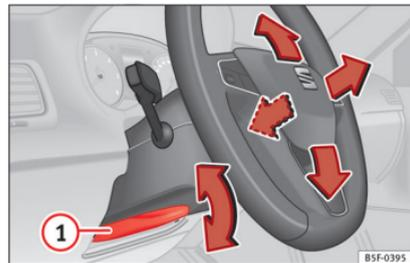

Abb. 18 Hebel auf der linken unteren Seite der Lenksäule.
• Lenkradposition einstellen: Ziehen Sie den Hebel **» Abb. 18 1** nach unten, bringen Sie